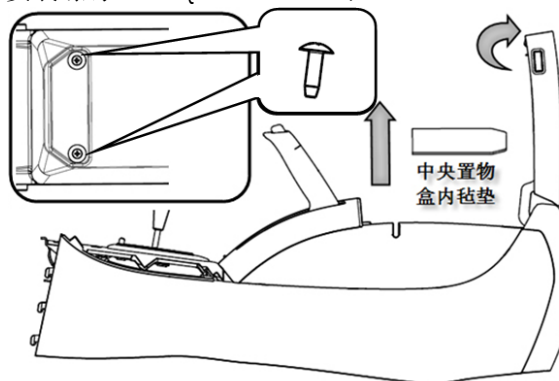

图 2.5.1 副仪表板本体总成拆卸 (一)
(2)如图 2.5.1 所示,拉起手刹(如车型无手刹则省略该操作),副仪表板扶手开启到最大位置处,取出副仪表板置物盒垫;
(3)用十字螺丝刀卸下图 2.5.1 所示两处安装螺钉(BYDQ2300516F31);